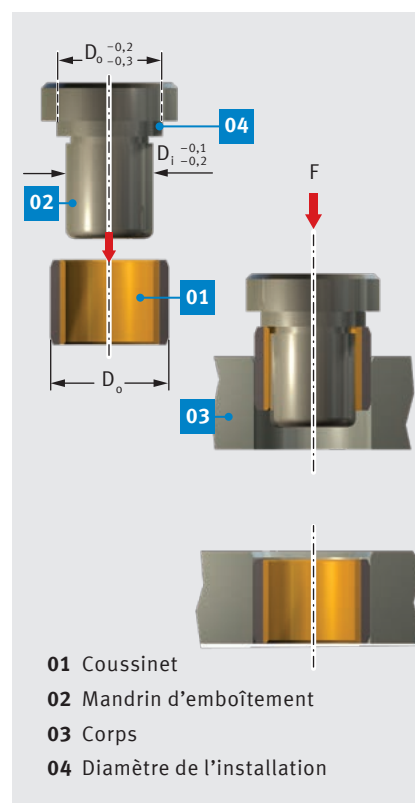

Fig. 53 : Emboîtement noyé $D_o \leq 55$ mm
- emboîtement noyé avec mandrin, sans bague auxiliaire, Fig. 53